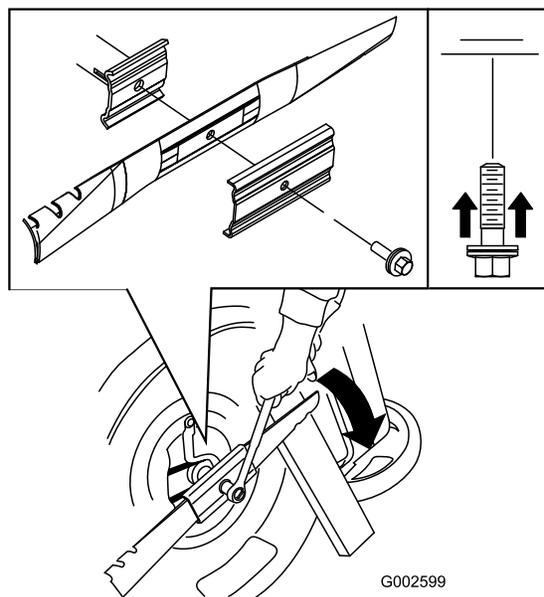

Figura 28
5. Instale la cuchilla nueva (gire el perno de la cuchilla en el sentido de las agujas del reloj) y todos los herrajes de montaje (Figura 28).